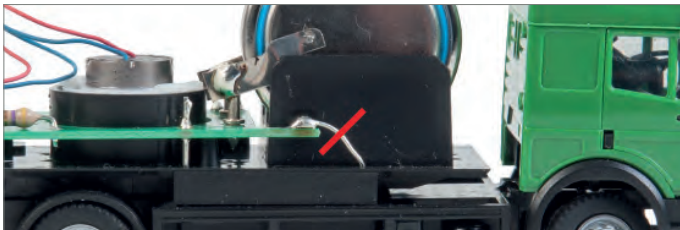

Abb. 24: Reed-Sensor durchtrennen
- ▶ Trennen Sie mit einem Seitenschneider die Verbindung zum Reed-Sensor und achten Sie dabei darauf, die Drahtlänge möglichst lang zu belassen, siehe Abb. 24.